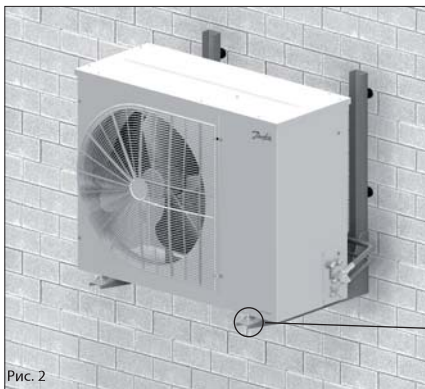

Рис. 2
- Агрегат должен быть надежно установлен на прочном и твердом основании и зафиксирован с самого начала. См. рис. 2